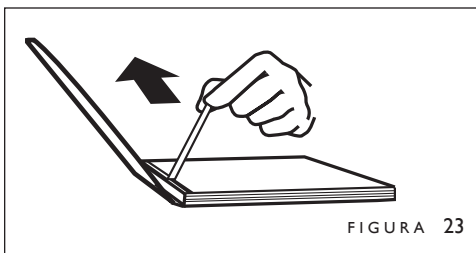

FIGURA 23
8. Voltee el libro. Abra la contracubierta y retire el papel protector restante (figura 23).